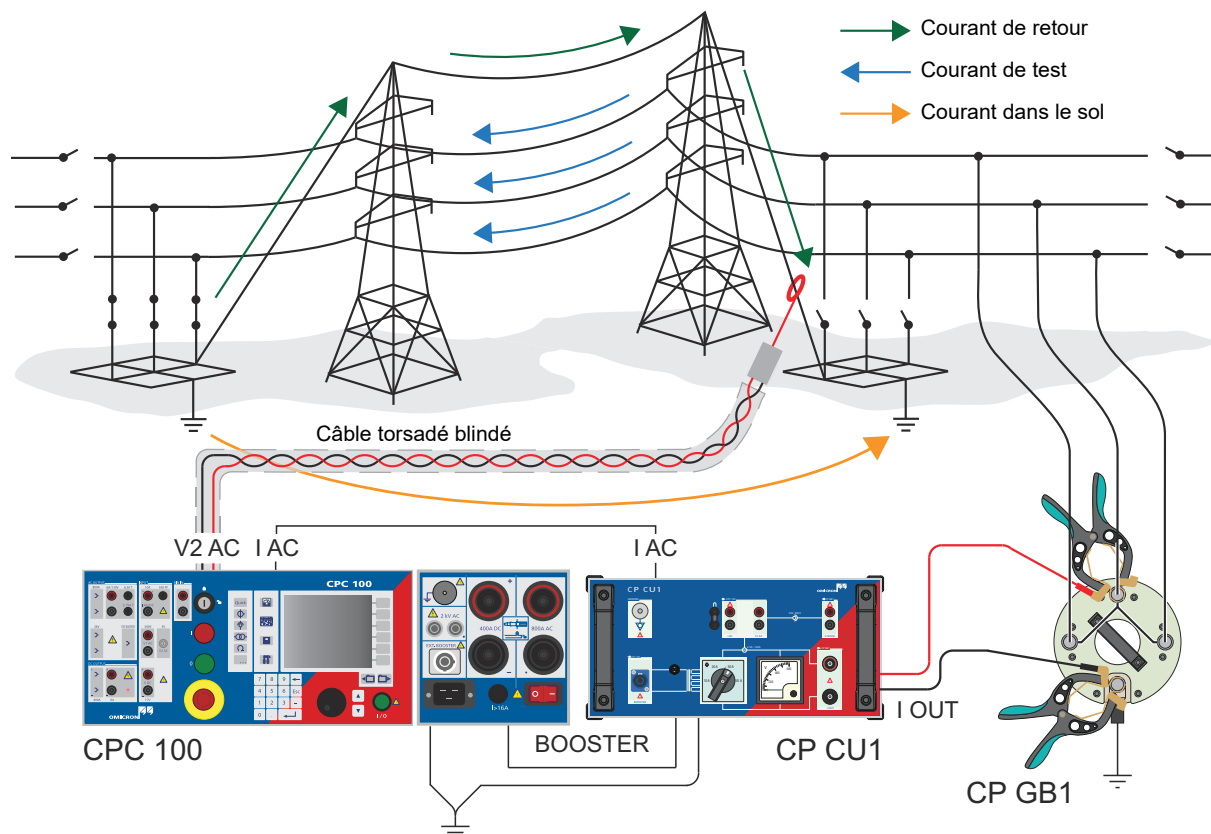
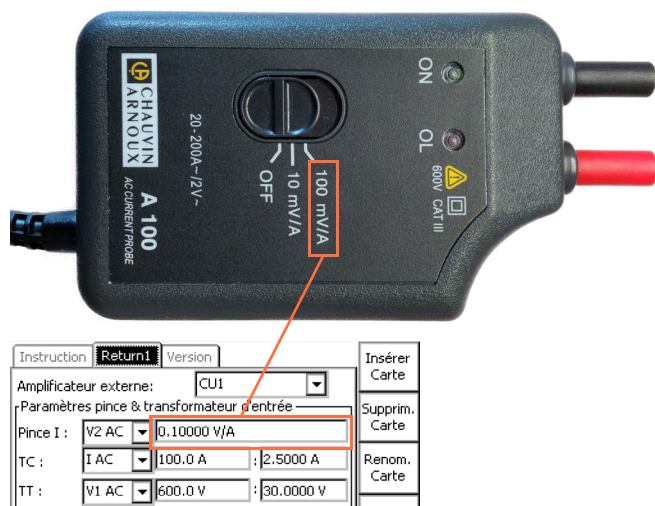

Figure 5-28: Montage de mesure du facteur de réduction
Figure 5-32: Paramétrage pour la bobine Rogowski
2. Si le critère 3 est satisfait, réaliser le montage de mesure comme illustré à la figure 5-28 ci-dessous.
La figure 5-32 ci-dessus présente le sélecteur de plage d'une bobine Rogowski et les paramètres correspondants dans la carte de test Sequencer.
Le champ **Pince I** est défini sur **V2 AC** car la bobine Rogowski est connectée à cette entrée, comme on peut le constater à la Figure 5-28: «Montage de mesure du facteur de réduction» page 77. Le rapport indiqué dans les paramètres de la carte de test doit être sélectionné d'après la plage de la bobine Rogowski, comme illustré à la figure 5-32.